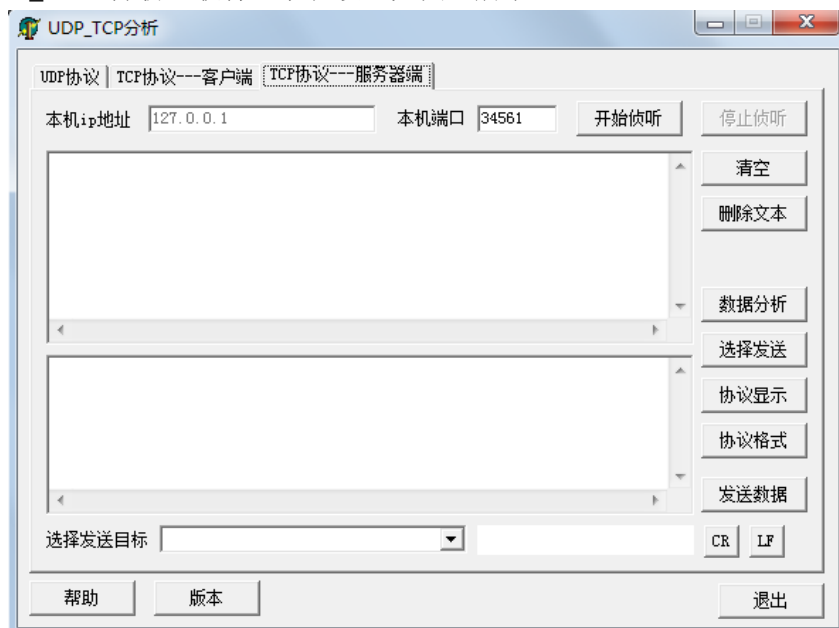
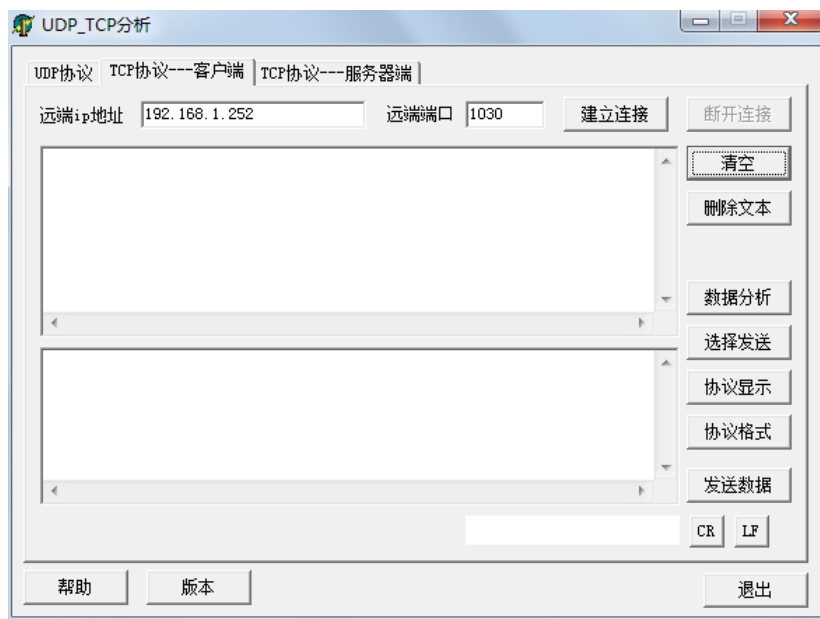
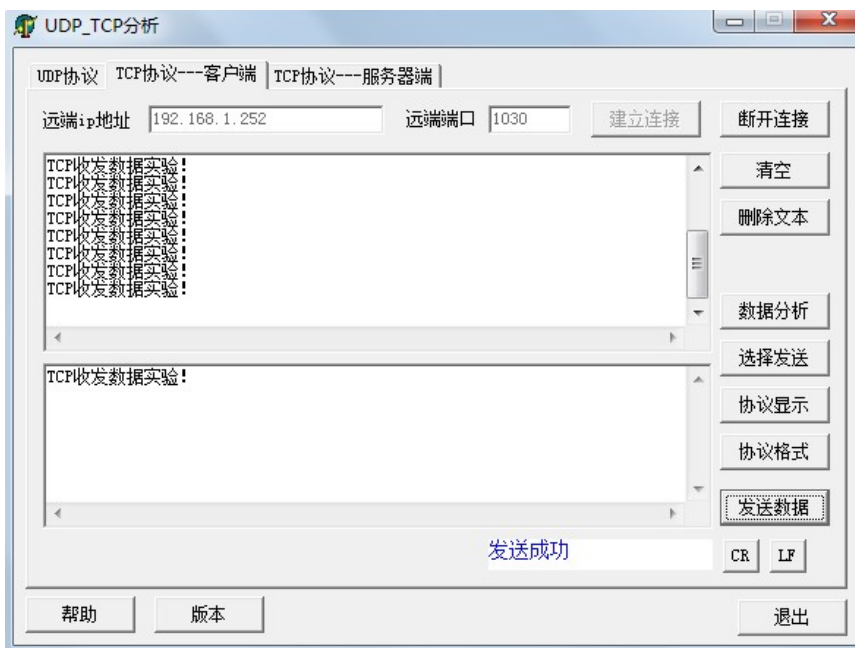

图 8 TCP_tester 软件设置
图 9 TCP_tester 软件设置
图 10 实验结果
(2) 打开“TCP_tester 分析”软件，默认设置如图 8 所示。
(3) 用交叉网线将开发板和电脑连接，用 jlink 将开发板和电脑连接。
(4) 打开 TCP_IP 收发数据实验工程，编译下载，运行。
(5) 在图 8 中点击“TCP 协议---客户端”，并将 ip 和端口设置如图 9 所示(因为开发板的 IP 为 192.168.1.252，TCP 端口为 1030)。
(6) 点击图 9 中的“建立连接”，若连接成功后，在发送显示区输入任意数据，点击“发送数据”，则可以看到接收区有开发板发来的原样数据。如图 10 所示。